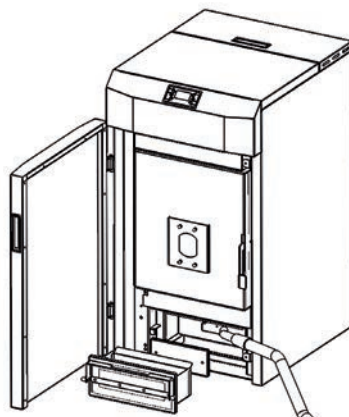

Fig. 6
- Estrarre il cassetto raccoglicenere e svitare i dadi esagonali (chiave da 10) del tappo d'ispezione. Estrarre il tappo d'ispezione e aspirare i residui di cenere; (Fig. 6)